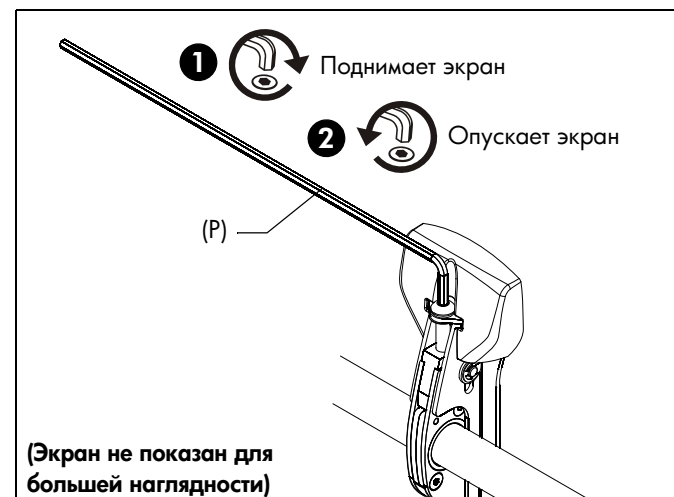

рис. 11
1. Поверните вправо (затянуто), чтобы поднять сторону экрана. (См. рис. 11)